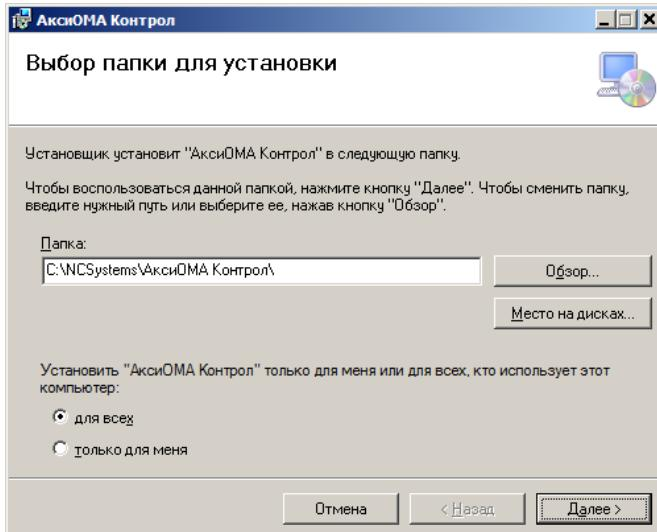

Рисунок 62 – Выбор папки для установки
3. Выбрать папку для установки (либо принять предлагаемую по умолчанию) (Рисунок 62):